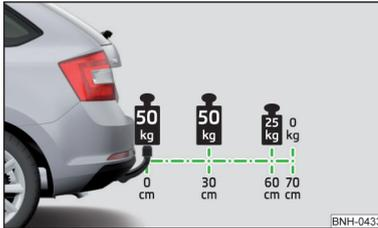

Abb. 147
**Der maximal zulässige Überstand** des Kugelkopfes der Anhängervorrichtung beträgt **70 cm** » Abb. 147.